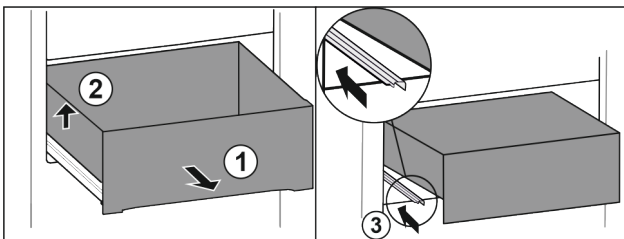

Fig. 23
- ▶ Витягніть висувний ящик до упору. Fig. 23 (1)
- ▶ Підняти висувний ящик ліворуч. Fig. 23 (2)
- ▶ Вставити ліву рейку. Fig. 23 (3)